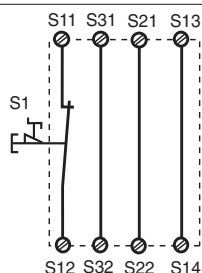
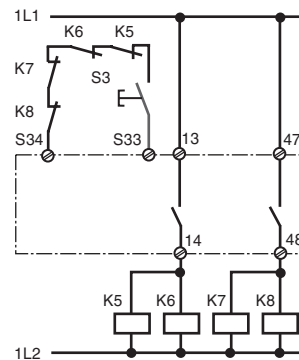

Fig. 2: Circuito de entrada monocal, automat. rearme/Circuito di entrata monocale, start automat./Eenkanalig ingangscircuit, automatische start
Fig. 10: como la Fig. 9 con rearme supervisado/come fig. 9 con start controllato/Zoals fig. 9 met bewaakte start
En las fig. 2... a fig. 10 se presentan ejemplos de conexionado posibles; paro de emergencia. Los cortocircuitos a través del paro de emergencia también son detectados.
- Fig. 2 y 7: S33-S34 **no** conectado
In fig. 2 ... fig. 10 sono riportati degli esempi di collegamento per il cablaggio di arresto d'emergenza con start automatico e manuale, per il comando delle porte di sicurezza, nonché per la moltiplicazione dei contatti mediante relè esterni.
- Fig. 2 e 7: **nessun** collegamento S33-S34
In fig. 2 ... 10 worden aansluitvoorbeelden gegeven van noodstopshakelingen met automatische en bewaakte start, hekbewakingen en contactvermeerdering d.m.v. externe magneetschakelaars.
- Fig. 2 en 7: **geen** verbinding S33-S34